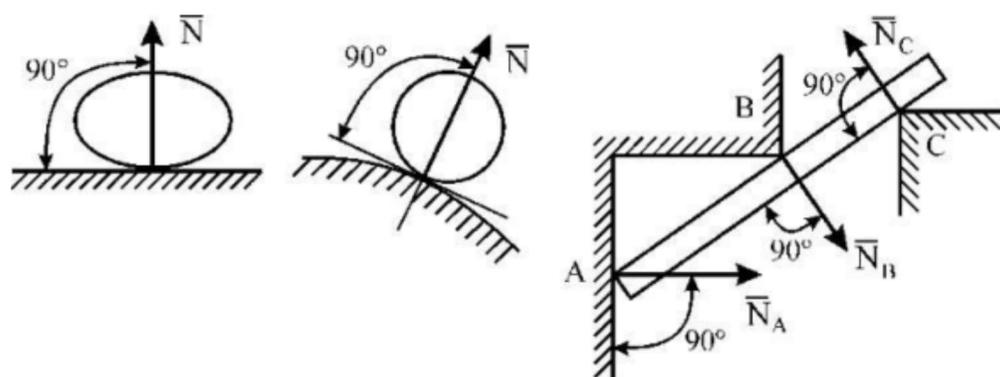

Рис. 1.12
**Гладкая плоскость (поверхность или опора)** (рис. 1.12). Реакция  $\vec{N}$  гладкой поверхности или опоры направлена по общей нормали к поверхностям соприкасающихся тел в точке их касания и приложена в этой точке.